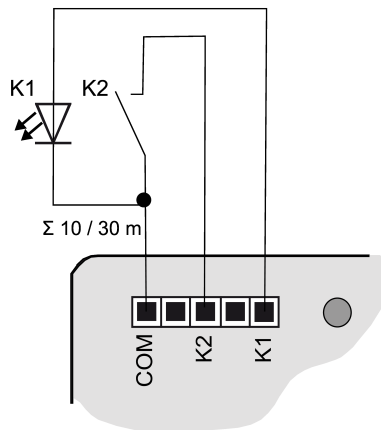
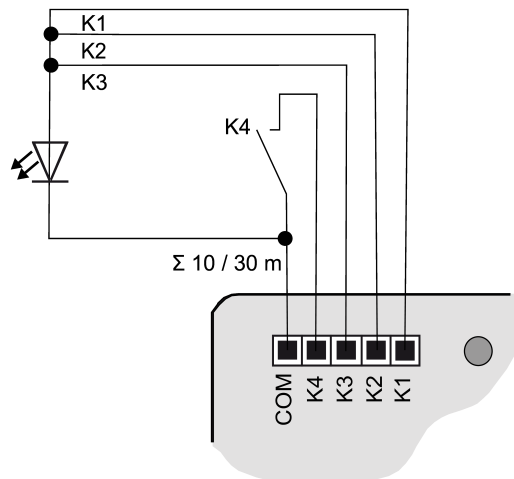

Bild 3: Anschlussbeispiel Tasterschnittstelle 2fach
Bild 6: Anschlussbeispiel mit parallelgeschalteten Ausgängen
- Taster, Schalter, Kontakte, LED oder NTC gemäß Anschlussbeispiele mit beiliegenden Anschlussleitungen (4) anschließen (siehe Bild 3) bis (siehe Bild 6). Die Anschlussbeispiele zeigen die Verwendung mit Eingängen und Ausgängen.
- i** Zur Erhöhung des Ausgangsstroms können Ausgänge bei gleicher Parametrierung auch parallel geschaltet werden, im Beispiel (siehe Bild 6) K1-K3 sind hier parallel geschaltet.